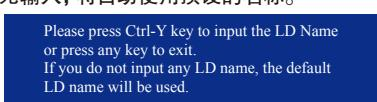

图1
5. 设定完成之后，按下<Ctrl>+<Y>键储存设定值后将出现如图1的画面。按下<Ctrl>+<Y>键自行设定磁盘阵列名称，若无输入，将自动使用预设的名称。